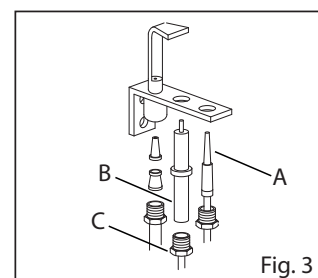

Fig. 3
- Rimuovere la termocoppia dalla valvola (Fig. 2/A) e dal gruppo pilota (Fig. 3/A)
- Staccare il cavo d'alta tensione della candele (Fig. 3/B)
- Svitare il dado (Fig. 3/C)
- Collegare il cavo d'alta tensione (Fig. 3/B)